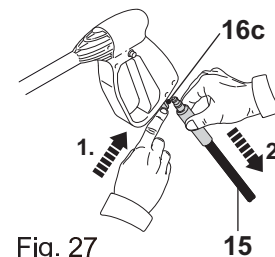

Fig. 27
- Poussez le loquet (16c) du pistolet (16) pour ouvrir le port de connexion, puis débranchez le tuyau haute pression (15) en tirant dessus (Fig. 27).